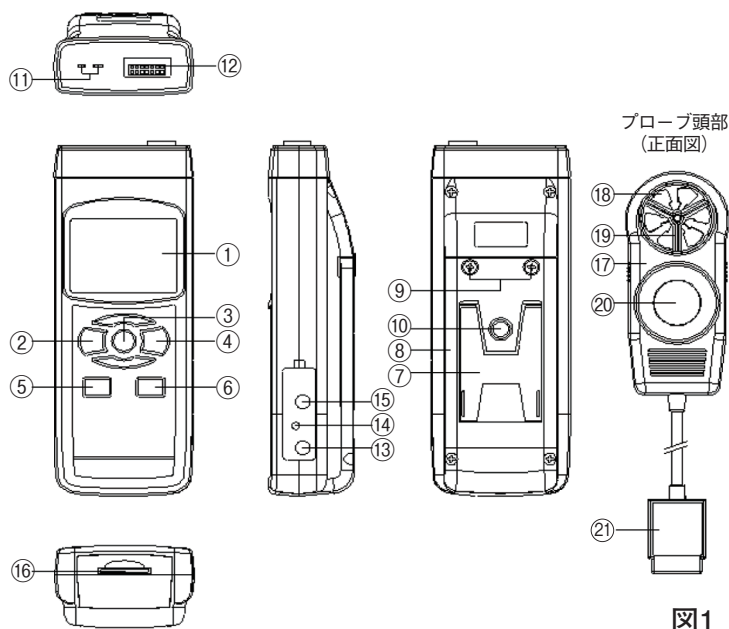

図1
まず初めに、データロガー等の機能を有効にするために、現在時刻等の設定等を行う必要があります。POWER(電源)ボタン(②、図1)を押して、本器の電源を入れます。また、このボタンを2秒以上長押しすると電源が切れます。
電源を入れた状態でSETボタン(⑤、図1)を2秒以上長押しすると「SET dAtE」と表示部(①、図1)に表示され、「初期設定」モードに入ります。そしてNEXTボタン(③、図1)を一回ずつ押す毎に下記の7つの設定画面に切り替わります。
備考: 「初期設定」機能を実行中にESCボタン(②、図1)を押すと、「初期設定」機能が終了し、通常測定画面に戻ります。
(1) ENTERボタン(④、図1)を1回押します。▲ボタン(⑥、図1)または▼ボタン(⑤、図1)を押して、値を調整してください。希望する値を設定し、再度ENTERボタン(④、図1)を一度押すごとに、次の値の調整に移ります。最初に年(yy)の値を設定し、次に月(mm)の値を設定し、さらに日(dd)、時間(h)、分(m)、秒(s)へと移行します。
(2) 最後に、ENTERボタン(④、図1)を一回押します。
- (1) ▲ボタン(⑥、図1)または▼ボタン(⑤、図1)を使用して上段に表示されるテキストを「bASIC」または「Euro」に設定します。
- (2) 最後に、ENTERボタン(④、図1)を押します。
- (1) ▲ボタン(⑥、図1)または▼ボタン(⑤、図1)を使用して上段に表示されるテキストを「yES」または「no」に設定します。
(2)最後に、ENTERボタン(④、図1)を押します。
- (1)▲ボタン(⑥、図1)または▼ボタン(⑤、図1)を使用して表示部(①、図1)左下に表示される値を「K」または「J」に設定してください。
- (1)▲ボタン(⑥、図1)または▼ボタン(⑤、図1)を使用して下記のいずれかの値に設定します。
(2)最後に、ENTERボタン(④、図1)を一度押します。
- (1) ▲ボタン(⑥、図1)または▼ボタン(⑤、図1)を押して、上段に表示されるテキストを「yES」または「no」に設定してください。
- (2) 上の値を「yES」に設定し、ENTERボタン(④、図1)をもう一度押すと、画面には「yES Ent」というテキストが表示されるので、本当にSDカードのフォーマットを実行する場合はもう一度ENTERボタン(④、図1)を押し確定してください。SDカードのフォーマットが行われ、SDカードに保存されている既存のデータが消去されます。
上の値を「no」に設定し、ENTERボタン(④、図1)を押した場合、SDカードはフォーマットされません。
- (1) POWER(電源)ボタン(②、図1)を押して本器の電源を入れます。
- (2) 本器は、以下の4つの測定モードを選択することができます。
FUNC. ボタン(③、図1)を長押しすると、以下の測定モードに順番に切り替わります。
- (1) POWER(電源)ボタン(②、図1)を押して、本器の電源を入れます。
- (2) 測定モードを"An"(風速/温度の測定)に切り替えます。
- (3) プローブプラグ(⑫、図1)をプローブソケット(⑬、図1)に差し込みます。
- (4) プローブ頭部(風速/湿度/温度/照度)(⑰、図1)を手で持ち、測定する風の向かってくる方向に風速ベーン(⑱、図1)を垂直に向けてかざします。
- (5) 表示部(①、図1)の上段に風速の測定値が表示され、下段には測定対象の風の温度が表示されます。
- (6) 風速単位は以下の方法で切り換えが可能です。
Unitボタン(④、図1)を長押しすると風速の単位が下記のように切り替わります。
設定したい単位に切り替わったところで、Unitボタン(④、図1)から指を離します。